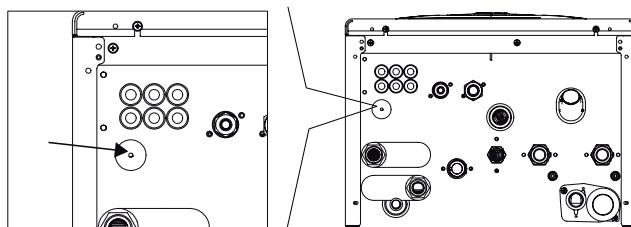

fig. 34 -
- Collegare i cavi agli appositi morsetti come indicato nelle figure seguenti, avendo cura di far passare i cavi attraverso i passacavi presenti sul fondo della caldaia (vedi "fig. 34 - " a pagina 29)